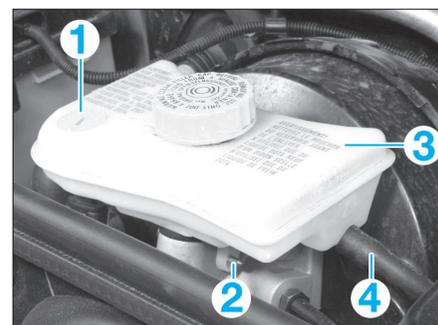

Fig. 7
- Débrancher la sonde de niveau de liquide frein sous le réservoir de compensation puis déposer le bouchon (1) du réservoir de compensation (Fig.7).
- la vis de fixation (2) du réservoir (3) de compensation puis le réservoir,
- la durit d'alimentation du maître-cylindre d'embrayage (4) (Fig.7).
- Dévisser la vis de fixation (2) du réservoir (3).
- Déposer le réservoir de compensation (3).